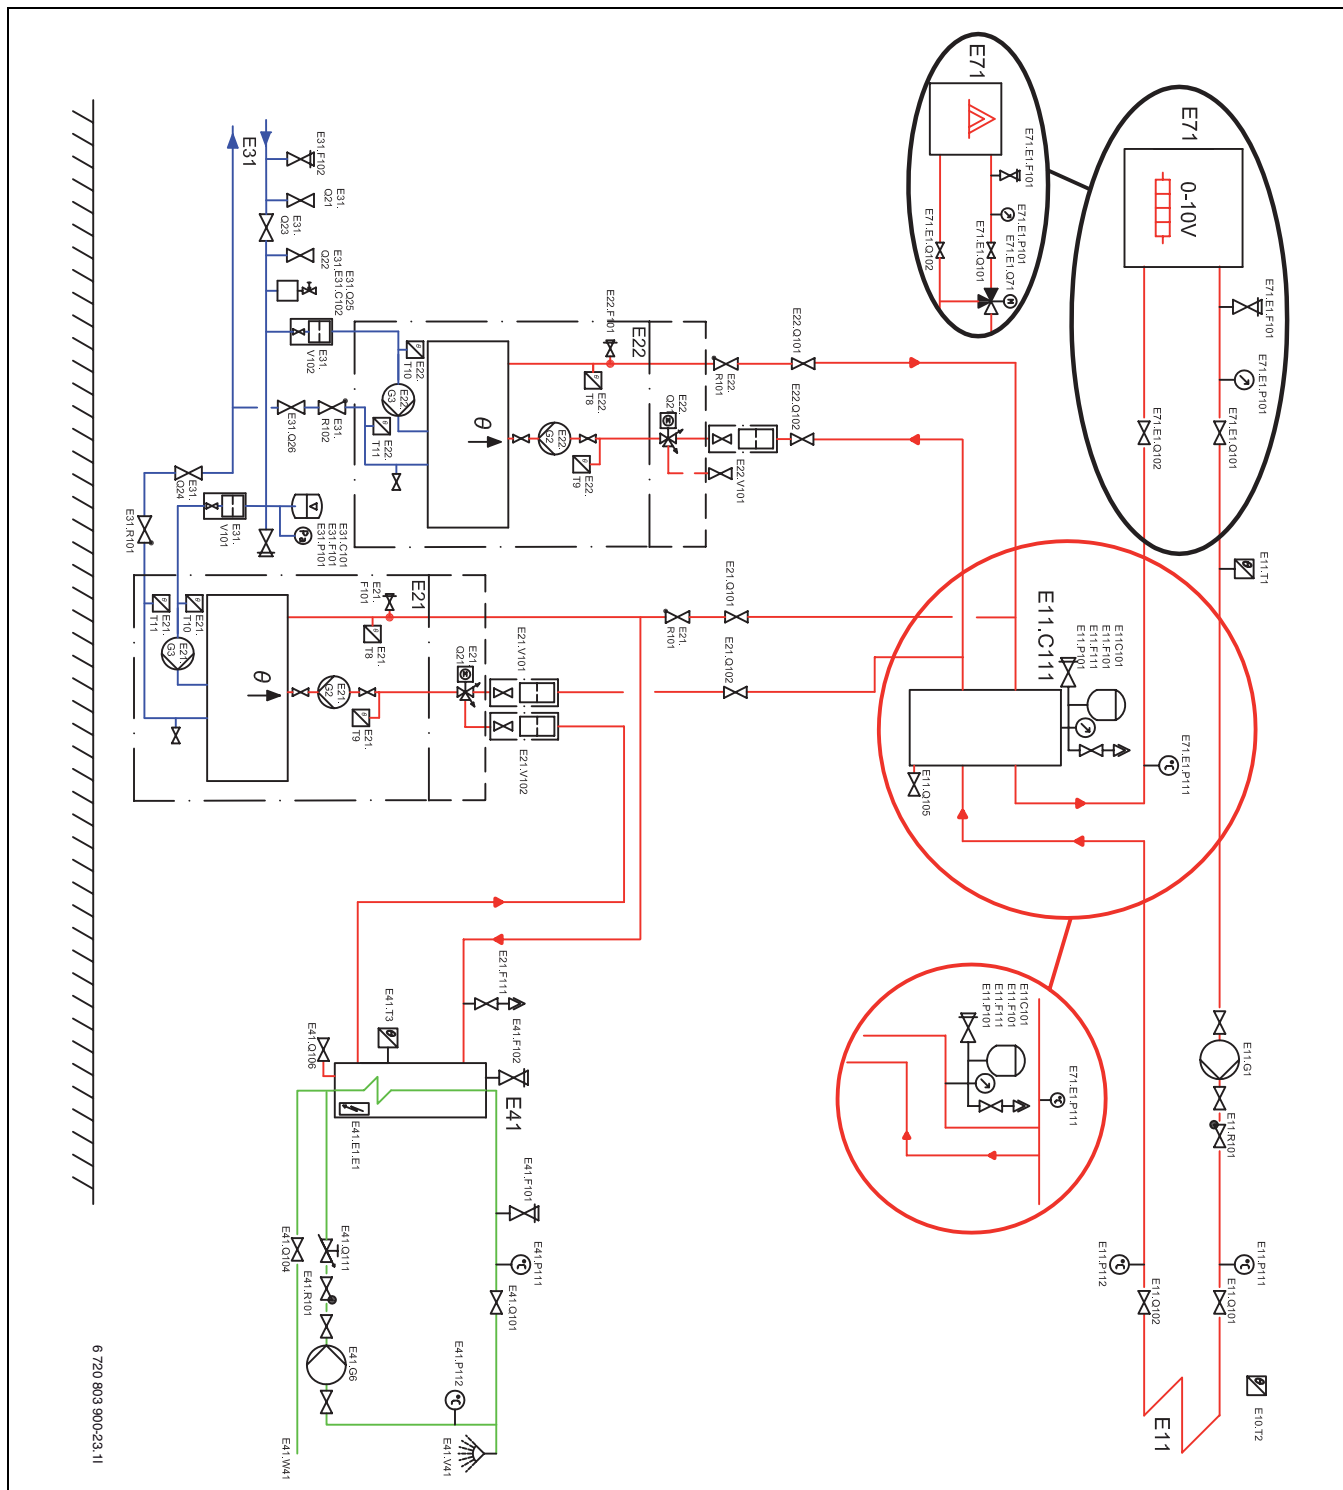

Bild 14 Kaskadsystem med mindre varmvattenbehov
8.6.1 Kaskadsystem med mindre varmvattenbehov(→ Bild 14)